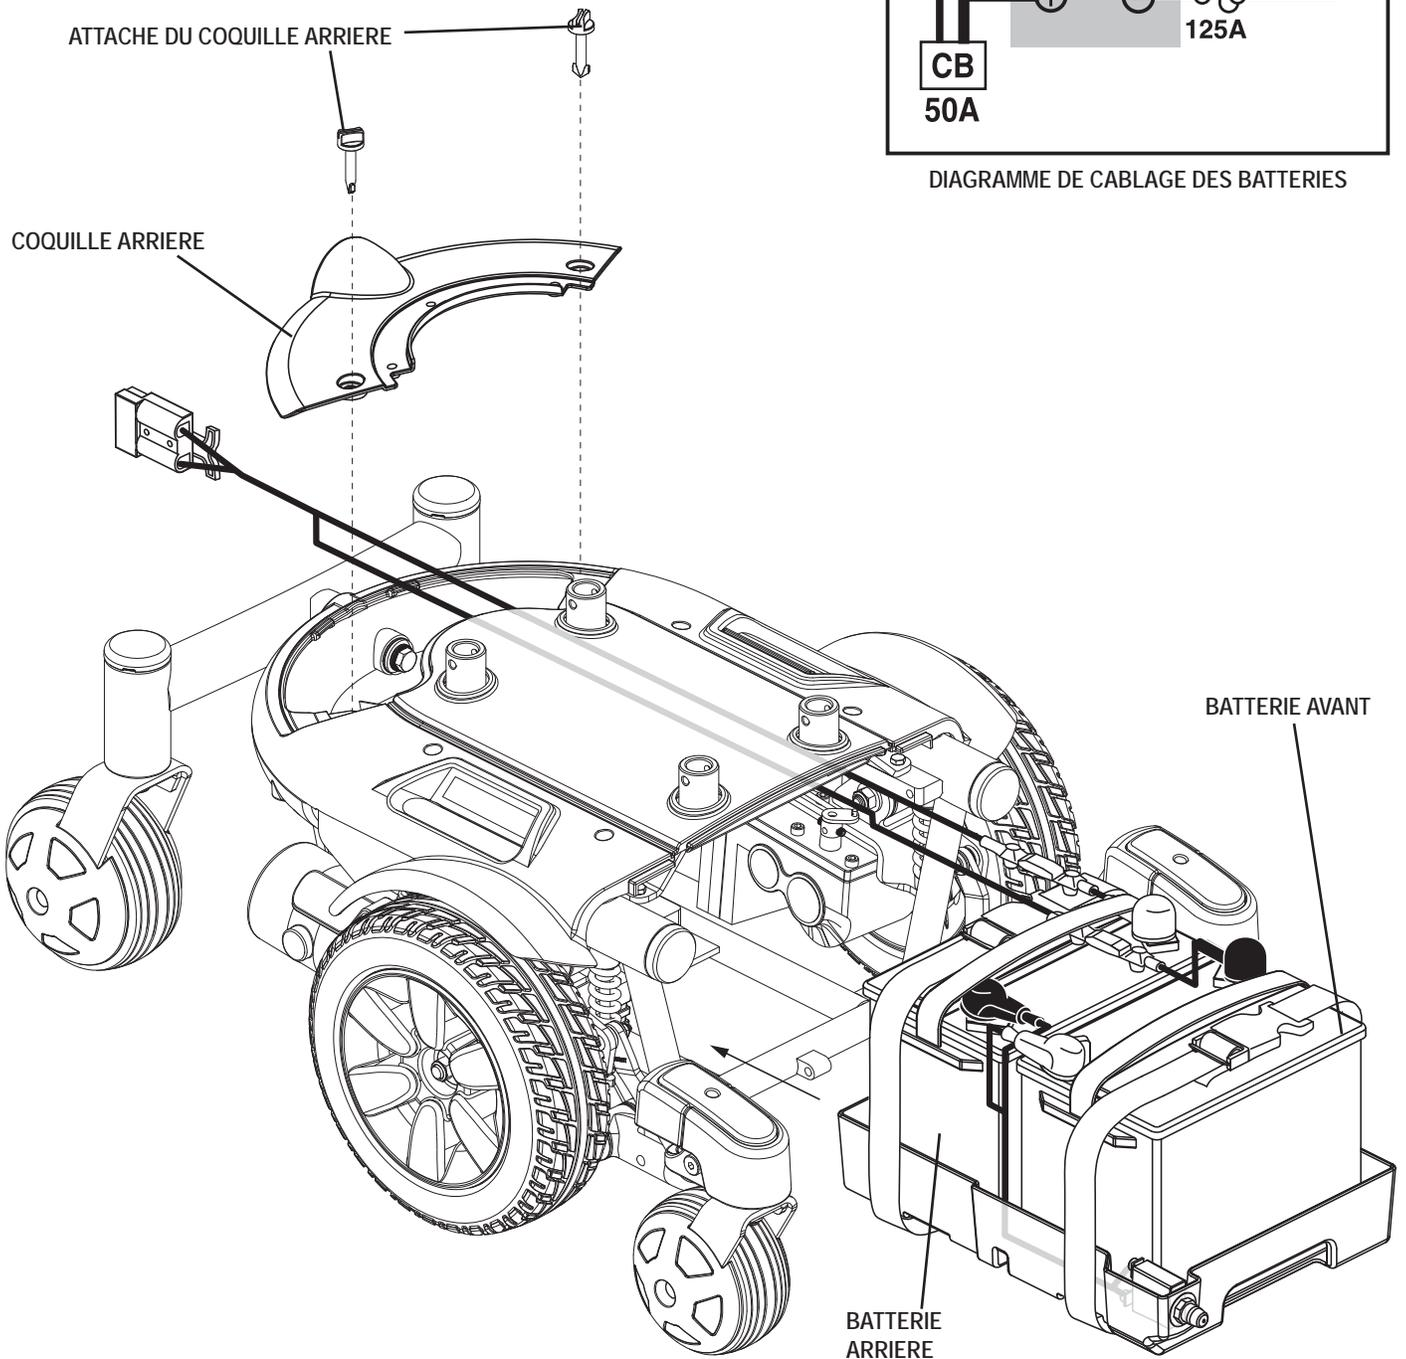

Figure 25. Installation des batteries
4. Retirez le coquille arrière. **Voir la figure 25.**
13. Branchez les câbles aux bornes de la batterie avant en respectant le diagramme. **Voir la figure 25.**